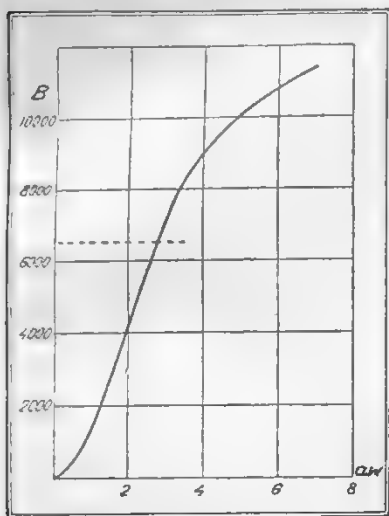
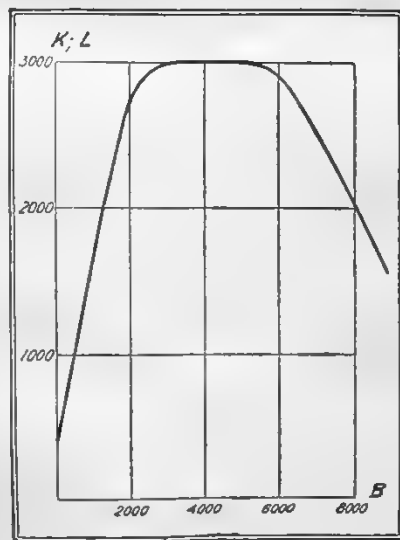

Рис. 6.
Рис. 7.
а по оси ординат — величину магнитной индукции железа (B), то мы получим так называемую кривую намагничивания железа. Она изображена на рис. 6. На среднем участке кривая намагничивания имеет форму прямой линии. Вначале и при более высоких значениях магнитной индукции B кривая имеет загибы. Благодаря этим загибам меняется в зависимости от B и величина k . Рис. 7 дает эту зависимость. Мы видим, что при малых значениях магнитной индукции B — величина k быстро возрастает, достигая максимума при $B = 3000$. На некотором расстоянии кривая k идет параллельно оси абсцисс, а затем начинает опять спадать. Из формулы (8) видно, что коэффициент самоиндукции L пропорционален величине k ; следовательно L , также как и k зависит от индукции в железе; при очень малых и при очень больших значениях магнитной индукции коэффициент самоиндукции уменьшается. При чем это уменьшение может быть очень значительным — в 5 и более раз (см. кривую на рис. (7)). Поясним это примером. Трансформатор имеет следующие данные²⁾: